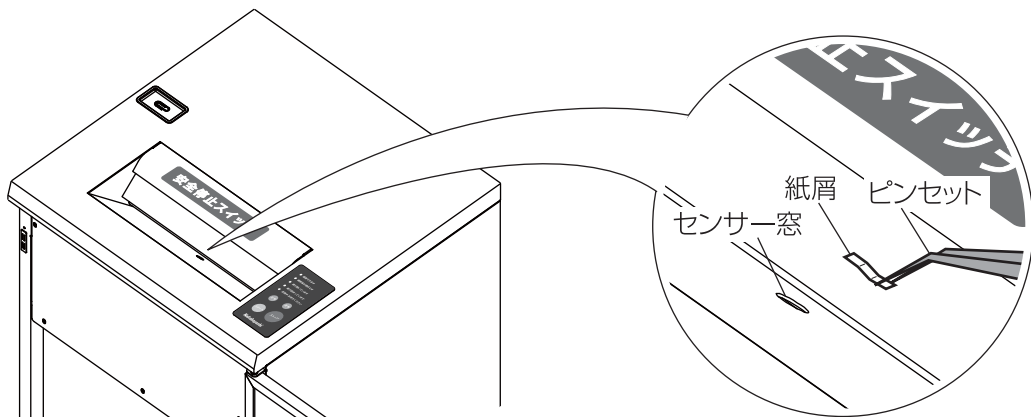

図9 センサー窓の掃除
<p>●細断が終了しても刃物が止まらない</p> <ul style="list-style-type: none"> <li>投入口④に紙屑が残っていませんか?……………投入口④のセンサー窓に残っている紙屑を、ピンセット等を使って取り除いてください。……………P18 図9</li> </ul>